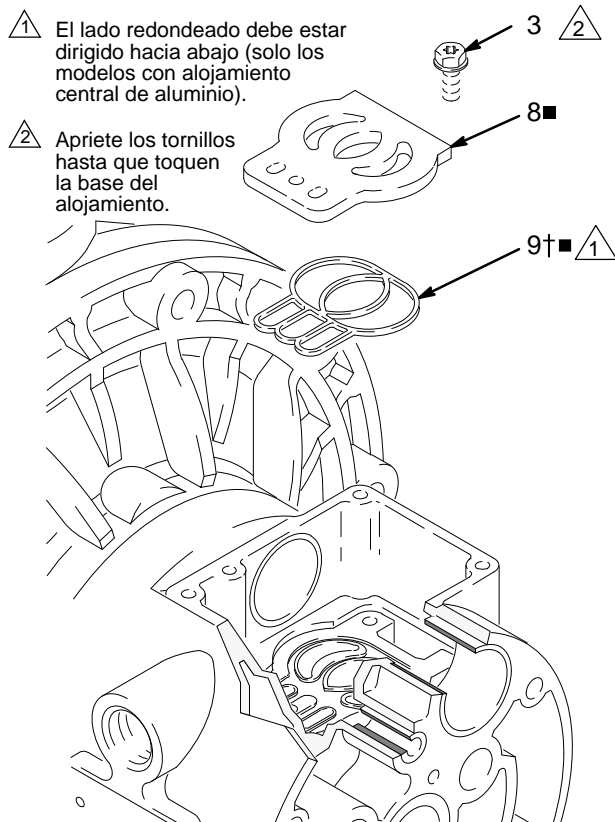

FIG. 9
5. Inspeccione la placa de la válvula (8■) sin desarmarla. Si se encuentra dañada, use un destornillador Torx (T20) o una llave de tubo de 7 mm (9/32 pulg.) para extraer los tres tornillos (3). Retire la placa de la válvula (8■) y, solo en los modelos con alojamiento central de aluminio, retire el sello (9). Consulte FIG. 9.
2. En modelos con carcasa central de aluminio, instale el sello de la placa de la válvula (9) en la ranura situada en la parte inferior de la cavidad de la válvula. El lado redondeado del sello **debe estar orientado** hacia la parte inferior de la ranura. Consulte FIG. 9.
3. Instale la placa de la válvula (8) en la cavidad. En los modelos con alojamiento central de aluminio, la placa es reversible, ambos lados pueden estar dirigidos hacia arriba. Instale los tres tornillos (3) usando un destornillador Torx (T20) o una llave de tubo de 7 mm (9/32 pulg.). Apriete hasta que el tornillo asome por la carcasa. Consulte FIG. 9.